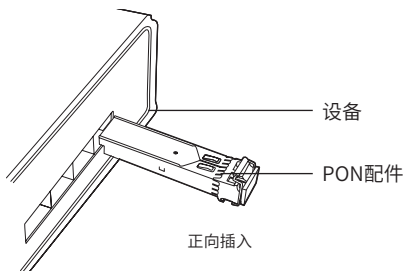

图2-4 插入示意图
1. 取出PON配件，拔出防尘塞。将PON配件正向插入26号端口或25号端口的插槽，注意正反不要颠倒，如图2-4所示；